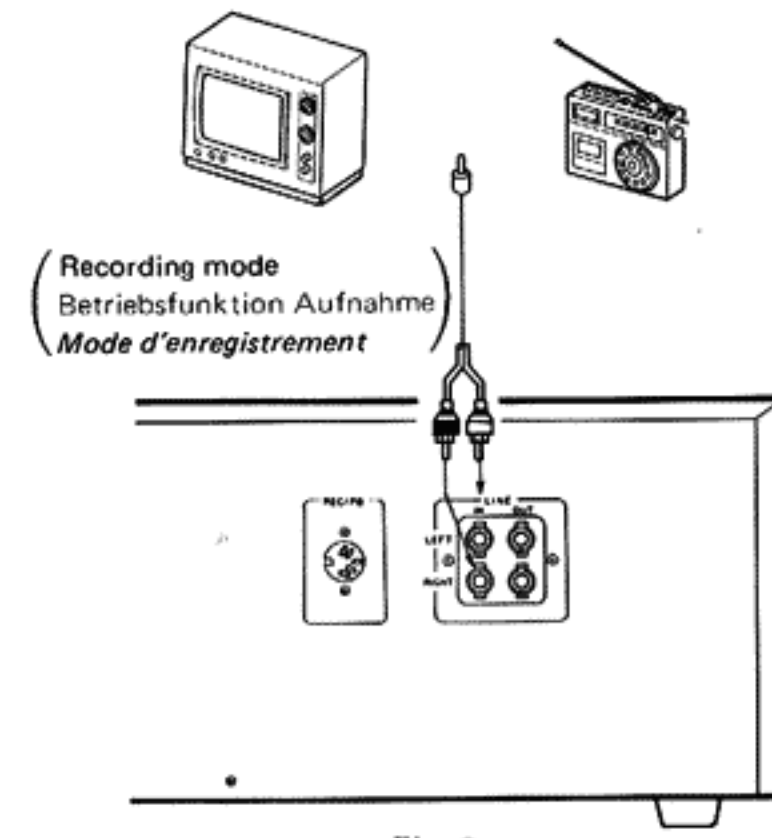

Fig. 9
**2) When recording from a radio or TV receiver (Fig. 9)**
**2) Anschluß für Aufnahmen von Radio oder Fernsehempfänger (Fig. 9)**
**2) Lors d'un enregistrement à partir d'une radio ou d'un récepteur TV. (Fig. 9)**